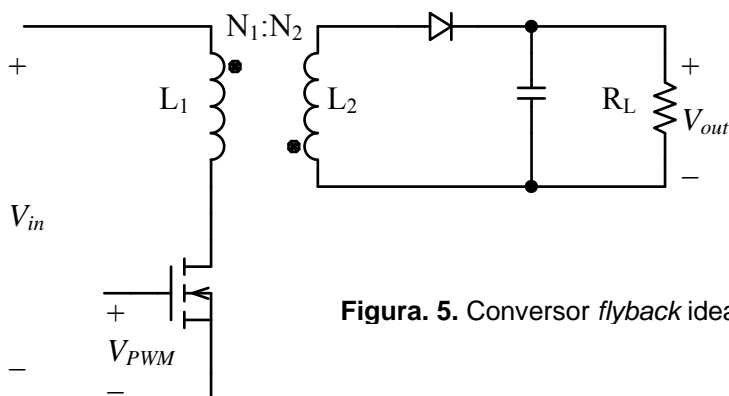

Figura. 5. Convertor *flyback* ideal.
5. (2 puntos). En la figura 5 se muestra el esquema de un convertor *flyback* ideal. Las inductancias L_1 y L_2 están acopladas. La señal de control del transistor V_{PWM} tiene un ciclo de trabajo D y una frecuencia de conmutación f_s .